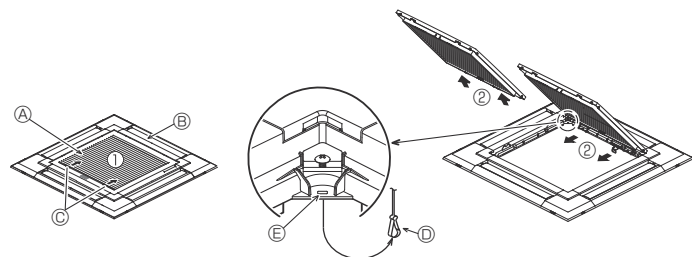
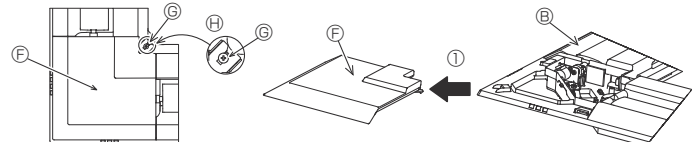

Fig. 9-3
Fig. 9-4
- ① Հիմնական բլոկ
- ② Առաստաղի մակերևույթ
- ③ Չափիչ հարմարանք տեղադրման համար ② (դրված է հիմնական բլոկի մեջ)
- ④ Առաստաղի բացվածքի չափերը
9.2.1. Օդի ներմղման վանդակաճաղի հեռացումը (Fig. 9-3)
- Օդի ներմղման վանդակաճաղը բացելու համար սահեցրեք լծակները սլաքներով ① նշված ուղղությամբ:
- Օդի ներմղման վանդակաճաղի «բաց» դիրքում հանեք օդի ներմղման վանդակաճաղի ծխնավոր ամրակը, ինչպես նշված է սլաքներով ②:
9.2.2. Անկյունային վահանակի հեռացումը (Fig. 9-4)
- Թուլացրեք անկյունային 4 պտուտակները: Սահեցրեք անկյունային վահանակը նկարում պատկերված սլաքի ① ուղղությամբ և հանեք անկյունային վահանակը: [Fig. 9-3] [Fig. 9-4]
- ① Օդի ներմղման վանդակաճաղ
- ② Վանդակաճաղ ①
- ③ Օդի ներմղման վանդակաճաղ լծակներ
- ④ Վանդակաճաղի կեռիկ
- ⑤ Վանդակաճաղի կեռիկի համար անցք
- ⑥ Անկյունային վահանակ
- ⑦ Պտուտակ
- ⑧ Դետալ